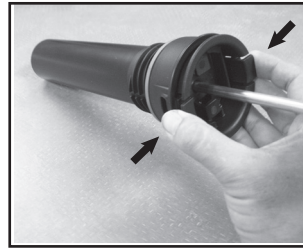

Figura 2
2. Para quitar la tapa de la bomba del cilindro de la bomba, oprima las lengüetas de la tapa y despréndala del cilindro **(Vea la figura 2).**